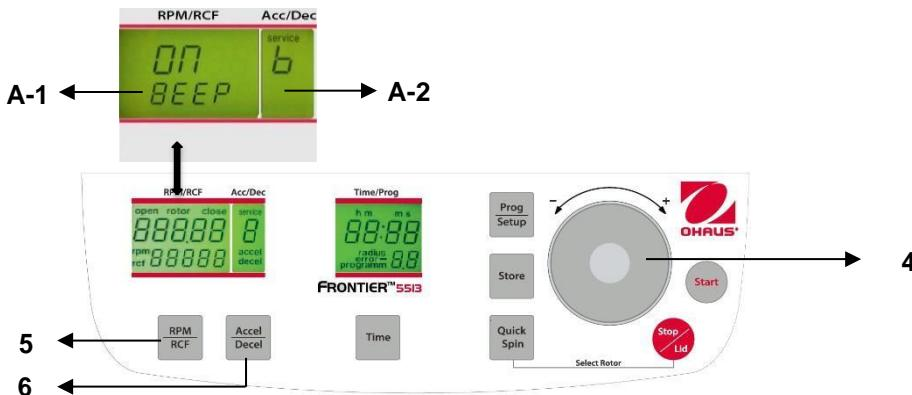

Figura. 31
Procedere come descritto al punto 4.1.2 per inserire questa modalità programma e poi premere il tasto **"Accel/Decel"** (6). Sul display **"Acc/Dec"** (A-2) lampeggi la parola **"Service"**. Selezionare adesso la lettera **"U"** con la quadrante di regolazione (4). Di conseguenza, sul display **"RPM/RCF"** (A-1), appaiono le parole **"Vol=0- 9/Sound"**. Dopo aver premuto il tasto **"RPM/RCF"** (5), è possibile regolare il volume desiderato fra 0 (basso) e 9 (alto) con la quadrante di regolazione (4) (Vedere figura 31).
Procedere come descritto al punto 4.1.2 per inserire questa modalità programma e poi premere il tasto **"Accel/Decel"** (6). Sul display **"Acc/Dec"** (A-2) lampeggi la parola **"Service"**. Selezionare adesso la lettera **"B"** con la quadrante di regolazione (4). Di conseguenza, sul display **"RPM/RCF"** (A-1), appare la parola **"ON/BEEP"**. Dopo aver premuto il tasto **"RPM/RCF"** (5), è possibile selezionare il suono tastiera con la quadrante di regolazione(4). (Vedere figura 31)